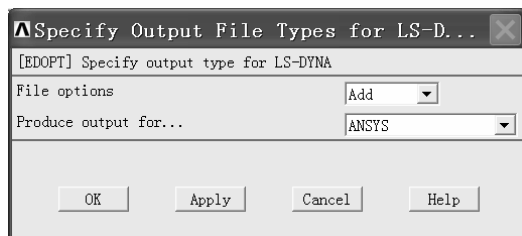

图 6-33 “Specify Output File Types for LS-D...” 窗口
(3) 依次选择 Main Menu>Preprocessor>Solution>Output Controls>Output File Types, 弹出 “Specify Output File Types for LS-D...” 窗口 (见图 6-33)。